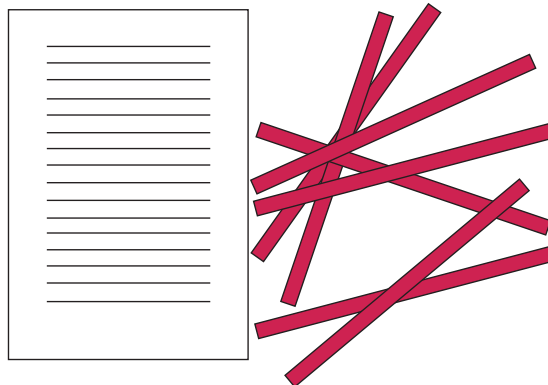

Рисунок 8. Необходимые материалы для выполнения образца переплетения ткани.
2. Вырезаем ленты из цветной бумаги (рис. 8).